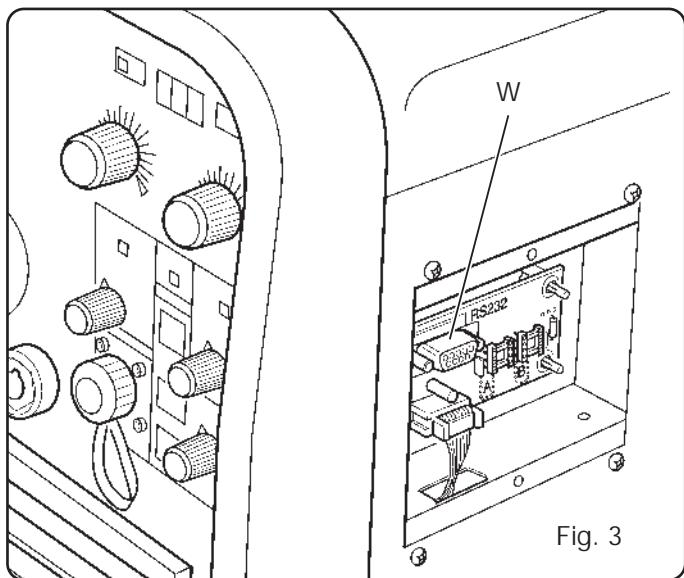

Fig. 3
3.4 Ligador tipo DB9 (RS 232) (Fig. 3)